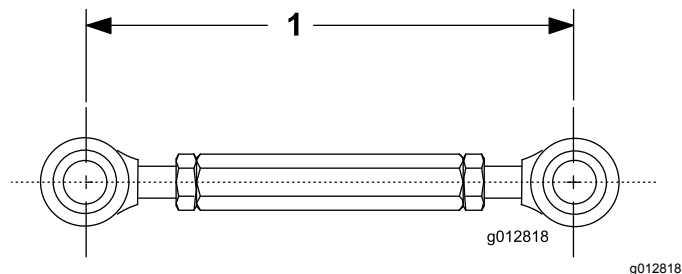

Рисунок 4
5. Отрегулируйте длину резьбовой тяги, чтобы она была равна 19 см, и затяните зажимные гайки (Рисунок 4).